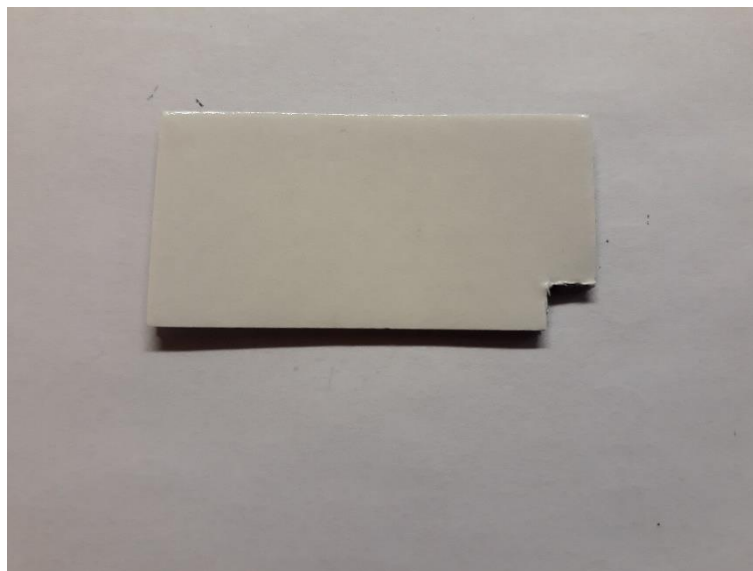

Fig. 15 : Découpe de l'adhésif.
2. Couper un carré d'environ 5 mm de côté en bas à droite de l'adhésif (fig. 15).